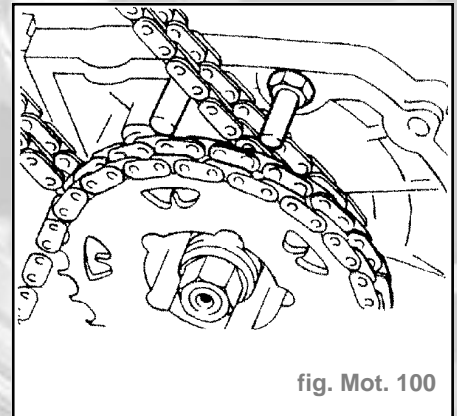

fig. Mot. 100
- Veiller à la disposition de la chaîne de l'arbre à cames entre les goujons (fig. Mot. 100).